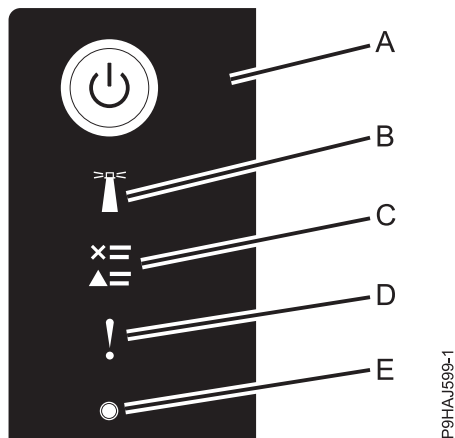

Figura 10. LED de tauler de control
- El LED d'alimentació (A), tal com mostra la figura següent, parpelleja.
3. Premeu el botó d'encesa (A) al panell de control, tal com es mostra a la Figura 10 a la pàgina 24.